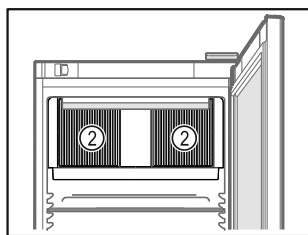

Fig. 79
- ☐ Se till att inte blockera ventilationsgallren Fig. 79 (2) för fläkten inne i skåpet.